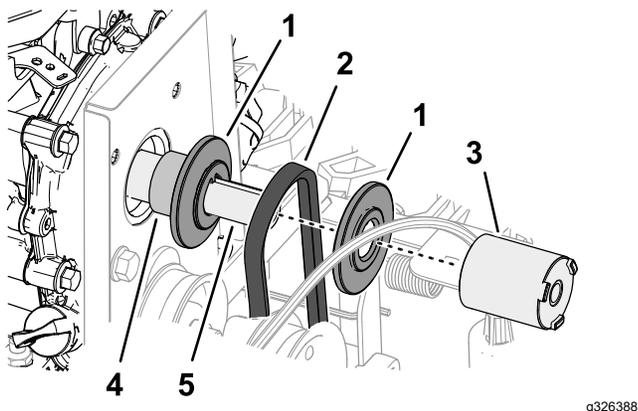

Figure 50
2. Au sommet de la machine, alignez la courroie de traction dans la gorge de la poulie de traction et glissez la courroie par-dessus le vilebrequin du moteur (Figure 50).